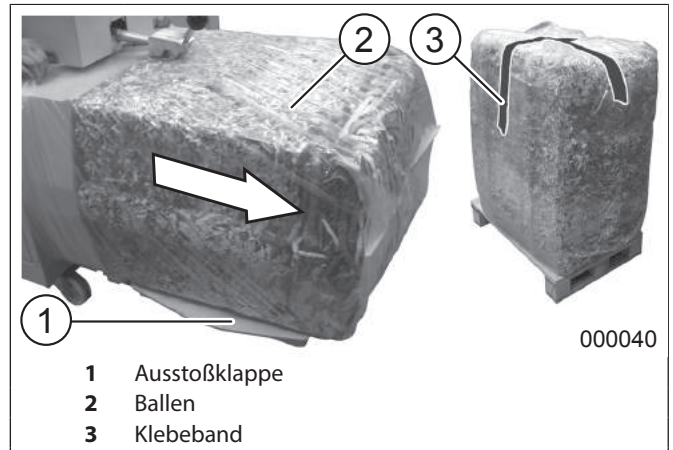

Abb. 18 Ballen ausstoßen
5. Sack zusammenfallen und mit einem Klebeband verschließen (Abb. 18/3). Der Ballen kann jetzt abtransportiert werden.
2. Ballen durch Betätigen des Drucktasters „Stempel vor“ (Abb. 12/1) in den Plastiksack auf die Ausstoßklappe schieben (Abb. 18).
3. Das Ende des Sacks zusammenfallen und den Sack mit einem Klebeband verschließen (Abb. 18/3). Der Ballen kann jetzt abtransportiert werden.